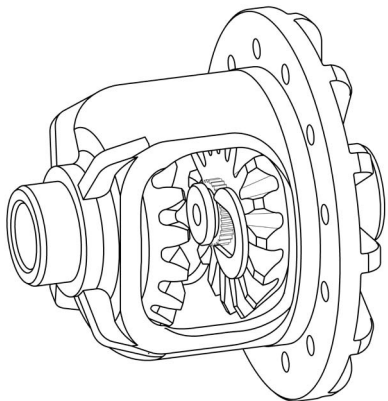

Рис. 2
4. Протолкните полуоси к центру дифференциала и снимите стопорные шайбы. (Рис. 2)